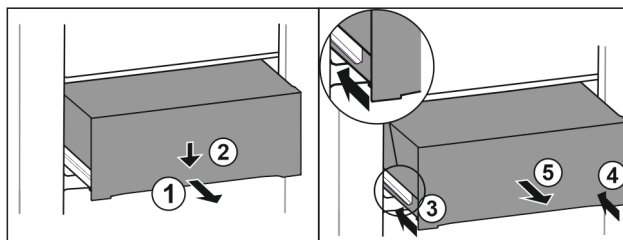

Fig. 82
- ▶ Вытяните выдвижной ящик наполовину. Fig. 82 (1)
- ▶ Вдавите выдвижной ящик в передней части вниз. Fig. 82 (2)
- ▶ Задвиньте левую направляющую прим. на 2 см. Fig. 82 (3)
- ▶ Задвиньте правую направляющую прим. на 2 см. Fig. 82 (4)
- ▶ Извлеките выдвижной ящик движением вперед. Fig. 82 (5)